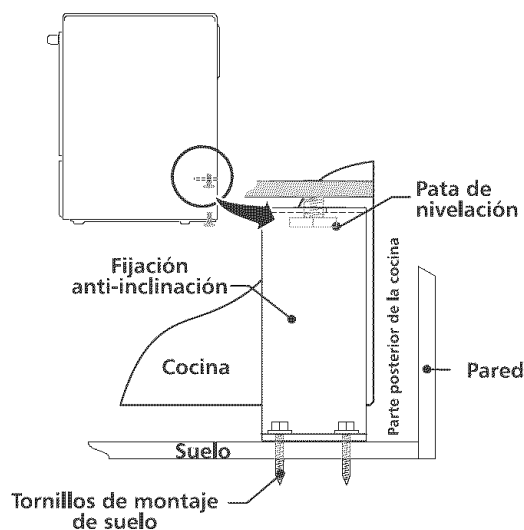

Figura 11
4. Retire el modelo y ubique la abrazadera en el suelo. Alinee los orificios en la abrazadera con las marcas en el suelo y ajuste con los cuatro tornillos provistos. La abrazadera debe quedar fijada al suelo (figura 11) sólido. Si se fija al suelo concreto, primero haga orificios pilotos de un diámetro de 3/16" (0,48 cm), utilizando una barrena para concreto.